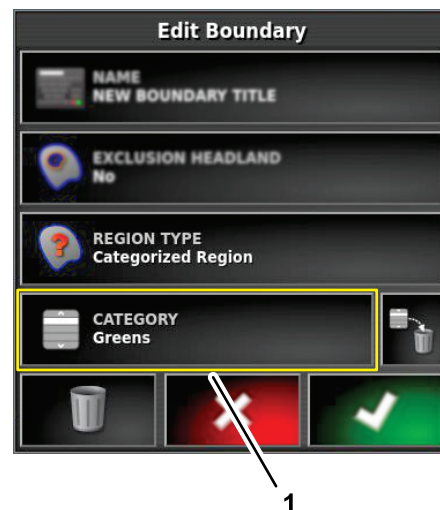

Рисунок 67
5. Появится выбранный тип категории, нажмите на значок подтверждения (Рисунок 67).